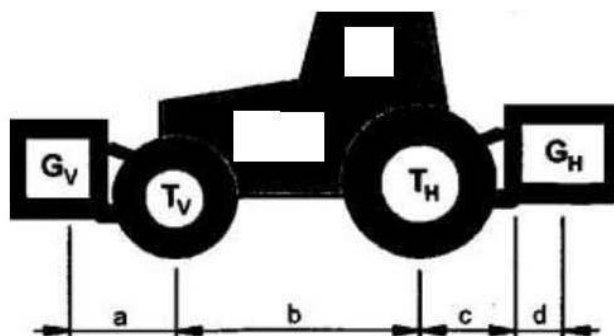

Рисунок 6.8
**Определение общего веса, нагрузок на оси и максимально допустимой нагрузки на шины, а также необходимого минимального балласта** (смотреть рисунок 6.8).